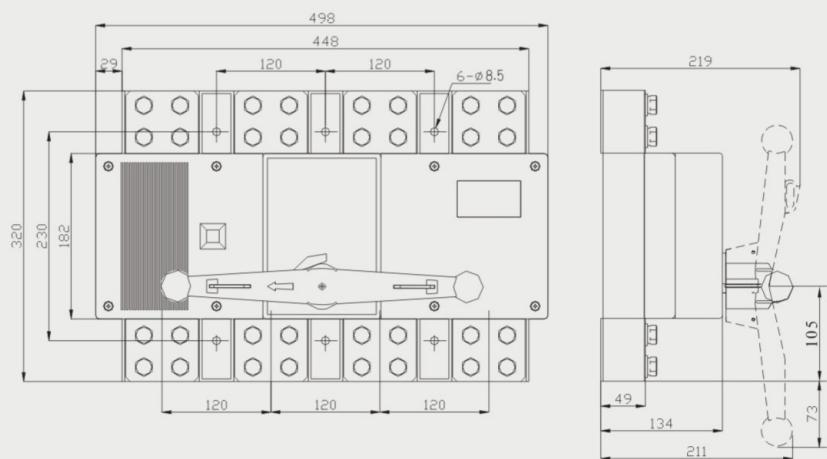

图3
3. HSG1-1250、1600隔离开关的外形及安装尺寸见图3